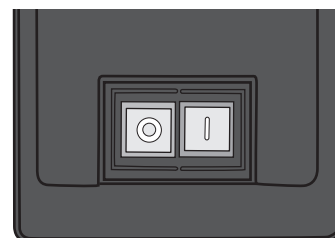

Abb. 15
3.8 Funktion des Ein-/Ausschalters (Abb. 15)